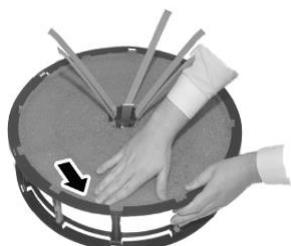

Рис. 25
7. Поместите новый внутренний фильтр испарителя вместе к фиксирующим ремням (рис. 25).